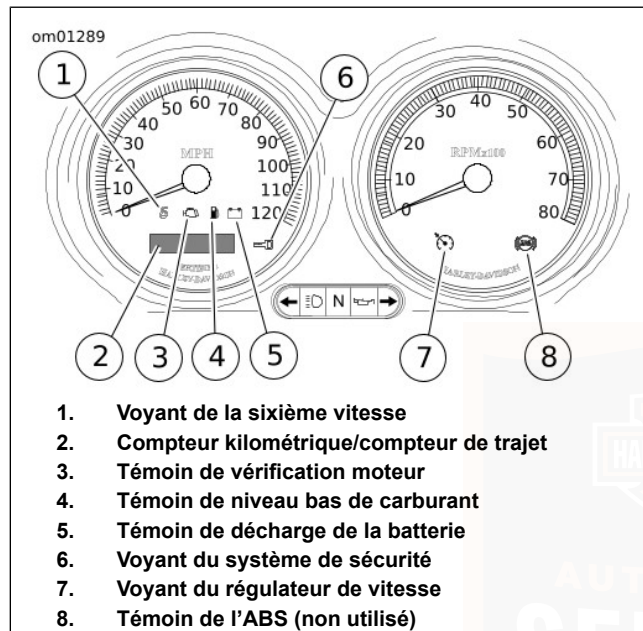

Figure 7. Indicateurs lumineux
Voir Figure 7. L'indicateur de vitesse enregistre les milles par heure de vitesse en marche avant. L'indicateur de vitesse dispose d'un écran d'affichage unique pour les fonctions ci-dessous :
1. Voir Figure 7. En appuyant sur le commutateur de fonction avec l'interrupteur d'allumage dans une position quelconque, on active la lecture du compteur kilométrique. Les kilomètres peuvent être vérifiés sans qu'il soit nécessaire de déverrouiller l'interrupteur d'allumage. Enfoncer et relâcher le commutateur de fonction une fois pour voir le compteur kilométrique.
Voir Figure 7. Le témoin de vérification moteur se situe près du côté inférieur gauche de la face de l'indicateur de vitesse. Son but est d'indiquer si le moteur/le système de gestion du
Voir Figure 7. Un témoin de niveau bas de carburant est situé sur la face de l'indicateur de vitesse, au-dessous du centre près du témoin de vérification moteur. Le témoin de niveau bas de carburant indique le niveau bas de carburant dans le réservoir. Voir le Tableau 10. Faire le plein dès que possible. Le témoin de niveau bas de carburant est de couleur ambre.
Voir Figure 7. Le témoin rouge de charge de la batterie indique la charge excessive ou insuffisante de la batterie. Voir MAINTENANCE ET LUBRIFICATION > BATTERIE : GÉNÉRALITÉS (Page 184).
Voir Figure 7. Un voyant vert sur la face du compte-tours indique que le régulateur de vitesse est ACTIVÉ ou ne l'est
Voir Figure 7. Le voyant ambre de la sixième vitesse sur la face de l'indicateur de vitesse s'allume lorsqu'on passe en sixième.
Voir Figure 7. Le voyant rouge de sécurité sur la face de l'indicateur de vitesse indique que le système de sécurité est activé. Voir MODULE DE SÉCURITÉ À MAINS LIBRES > SYSTÈME DE SÉCURITÉ SMART DE HARLEY-DAVIDSON (Page 113).
1. Voir Figure 7. Basculer le commutateur de RÉGULATEUR DE VITESSE vers l'avant pour activer le régulateur de vitesse. L'icône orange située sur le devant de la jauge du régulateur de vitesse constante s'allumera une fois activée.